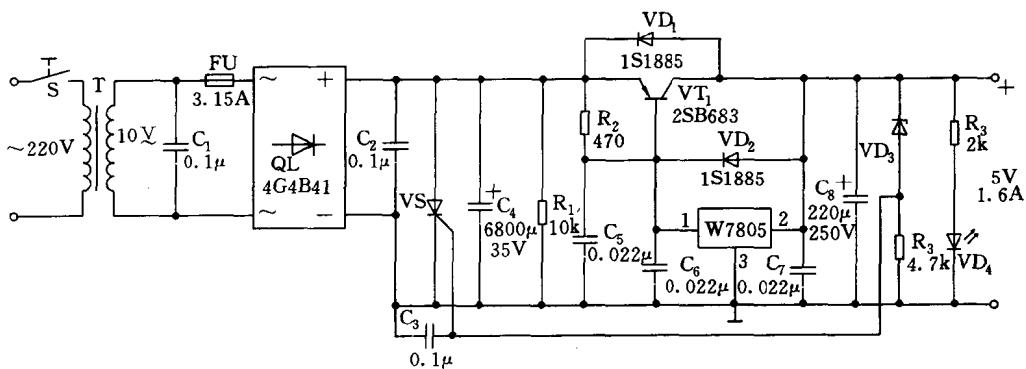

图 1-8
电路如图 1-8 所示。接通电源，电网电压 220V 经变压器  $T_1$  变压，由桥式整流器  $QL$  整流、电容  $C_3$  滤波，使输出端得到 5V 的稳定电压。 $W7805$  的最大输出电流为 1.5A，若要想使输出电流达到  $>1.5A$ ，则要扩大输出电流。为此，在  $W7805$  的外围，安一只大功率三极管  $VT$ ，它采用的是并联式扩流方法，即在  $W7805$  的①脚与  $VT_1$  的基极相连，在输出端  $W7805$  的②脚与  $VT_1$  的集电极相连，这样两输出电流之和可满足输出 1.6~2A 间电流的要求。如果需要更大的输出电流，可改成 2~3 只大功率三极管并联即可满足。